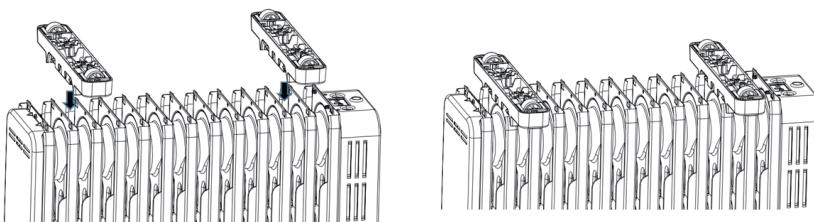

FIG.1
- ① **WAARSCHUWING:** Gebruik het apparaat niet zonder dat de voetjes eraan zijn bevestigd. De verwarming mag alleen worden gebruikt als deze rechtop staat (voeten aan de onderkant, bedieningselementen aan de bovenkant). De kachel in een andere stand gebruiken, kan gevaar opleveren.
- ② Zorg ervoor dat de radiator is uitgeschakeld en losgekoppeld.
- ③ Draai de verwarmingseenheid ondersteboven en zorg ervoor dat deze stabiel is en niet zal omvallen.
- ④ Lijn de bevestigingsgespen van de zwenkwielcomponenten uit met de gaten op de radiator. Druk in de richting van de pijl. De gesp op het zwenkwiel valt in het gat op de radiator.(FIG.1)